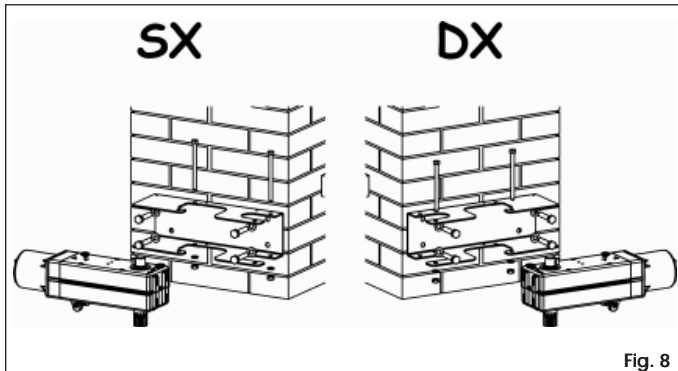

Fig. 8
- Bevestig de basisplaat aan de pilaar met de schroeven Ø10 en bijpassende pluggen (Fig. 8), en controleer daarbij of hij perfect horizontaal is.
- Plaats de motorreductorgroep in de basisplaat en bevestig hem met de twee schroeven en bijbehorende moeren en elastische ringen (Fig. 8).